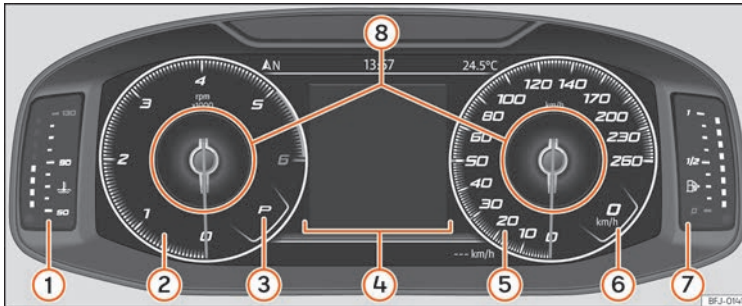

Abb. 70 SEAT Digital Cockpit in der Schalttafel (klassische Ansicht).
Die in der *Klassischen Ansicht* und in der Ansicht *Halbkreisförmige Instrumente* angezeigten Informationen können in den **Informationsprofilen** » **Abb. 70** ⑧ personalisiert werden.
Die Zeiger der Umdrehungen pro Minute und der Geschwindigkeitsmesser werden über die gesamte Länge angezeigt »» **Abb. 70**.